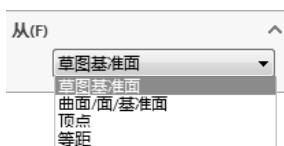

图 3-7 “从(F)”卷展栏
1. “从 (F)” 卷展栏
如图3-7所示，“从 (F)”卷展栏包括一个下拉列表，该列表用于设置拉伸的起始条件，